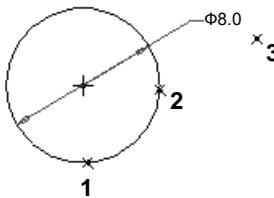

图 4.9.5 直径的标注
Step2. 分别单击位置1和位置2以选择圆上两点，中键单击位置3放置尺寸（图4.9.5）。或者双击圆上的某一点，如位置1或位置2，然后中键单击位置3以放置尺寸。